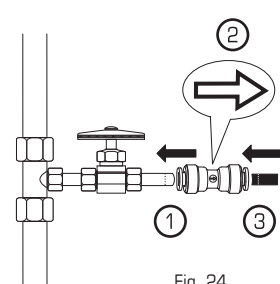

Fig. 24
6. **Conecte** el tubo del suministro de agua fría al lado de la rejilla del conector de suministro ①. La flecha dentro del círculo muestra la dirección del flujo del agua ②. Inserte el tubo ROJO conectado a la llave auxiliar en el extremo opuesto del conector de suministro ③ (Fig. 24).